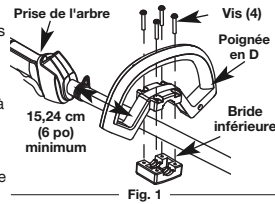

Fig. 1
- Placez la poignée en D sur le corps de l'arbre et au-dessus de la bride inférieure (Fig. 1). Placez-la à au moins 15,24 cm (6 po) de l'extrémité de la prise de l'arbre.